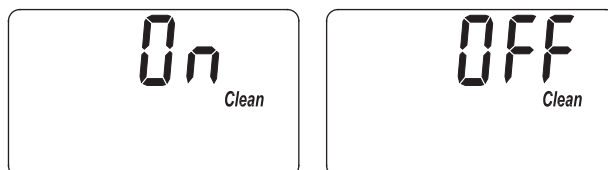

FIG. 26
1. Mantenga oprimido el botón PROGRAM (Programar) hasta que aparezca la pantalla que se indica en la Fig. 24. Cuando ello ocurra, oprima dos veces el botón PROGRAM (Programar) y aparecerá una de las dos pantallas que se indican en la Fig. 26.